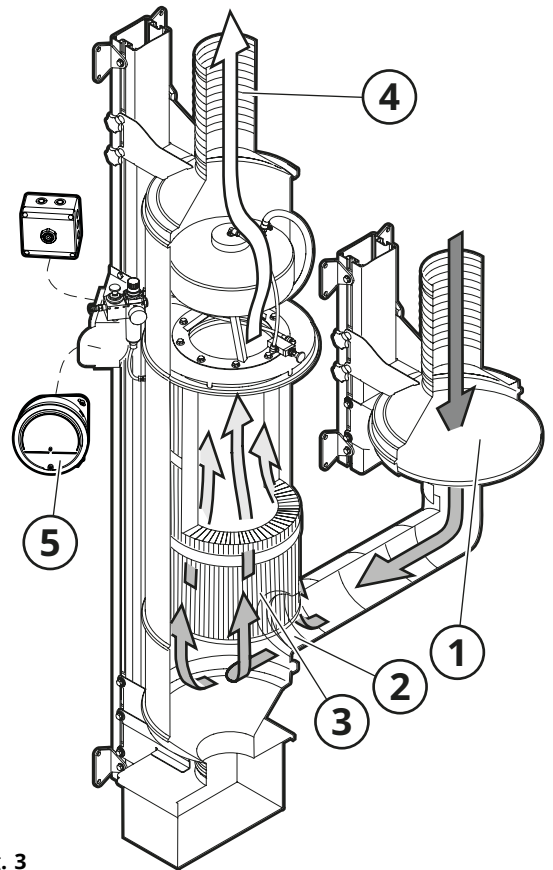

Fig. 3
Schmutzige Luft wird über den Vorfilter CVM (1, **Fig. 3**) aufgenommen, der alle Funken reduziert. Danach wird die Luft über den Einlass (2) aufgenommen und durch den vertikal montierten Filter (3) gereinigt. Anschließend wird die gereinigte Luft über den Auslass (4) zum Abluftventilator gesaugt.